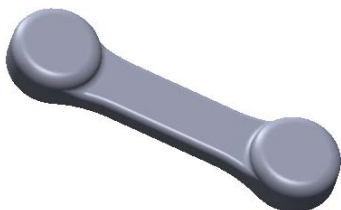

图 3.25.11 打开模型
Step1. 打开文件 D:\sw15\work\ch03.25\phone.SLDPRT，如图 3.25.11 所示。